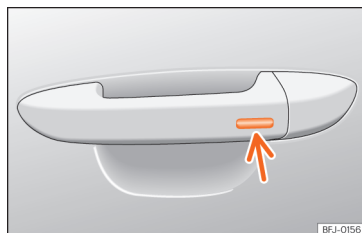

Fig. 64 Manípulo da porta: superfície sensora.
- **OU:** através do sistema Keyless Access (apenas fecho): Mantenha um dedo durante alguns segundos sobre a superfície sensora de bloqueio » » Fig. 64 [seta] do manípulo da porta para fechar as janelas e o teto. Se deixar de tocar na superfície sensora, a função de fecho é interrompida.
Mantenha um dedo durante alguns segundos sobre a superfície sensora de bloqueio » » » Fig. 64 [seta] do manípulo da porta para fechar o teto. Se deixar de tocar na superfície sensora, a função de fecho é interrompida.